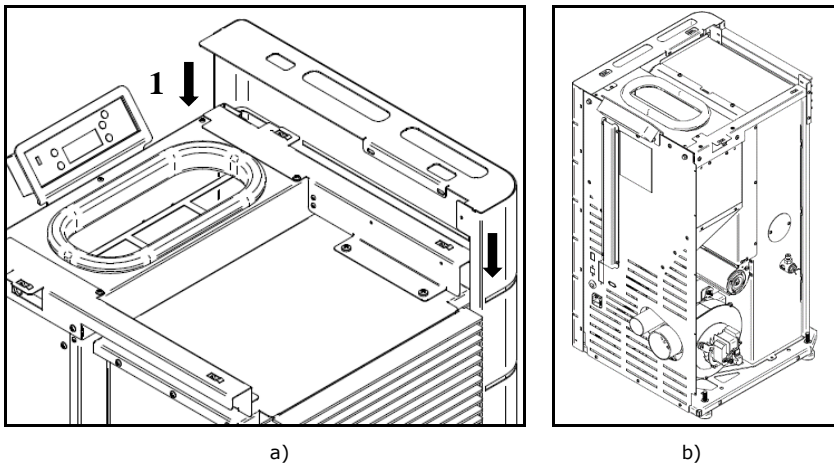

Figura 23 - Fijación de las laterales de las envolventes
c) Posteriormente encajar la envolvente lateral en sentido descendente, Durante el montaje de la envolvente, se debe garantizar que el haba que existe en la parte superior de esta (1) queda sobrepuesta en la estructura y simultáneamente en la parte posterior de la máquina la envolvente debe estar por fuera de esta como se demuestra en la Figura 23-b.